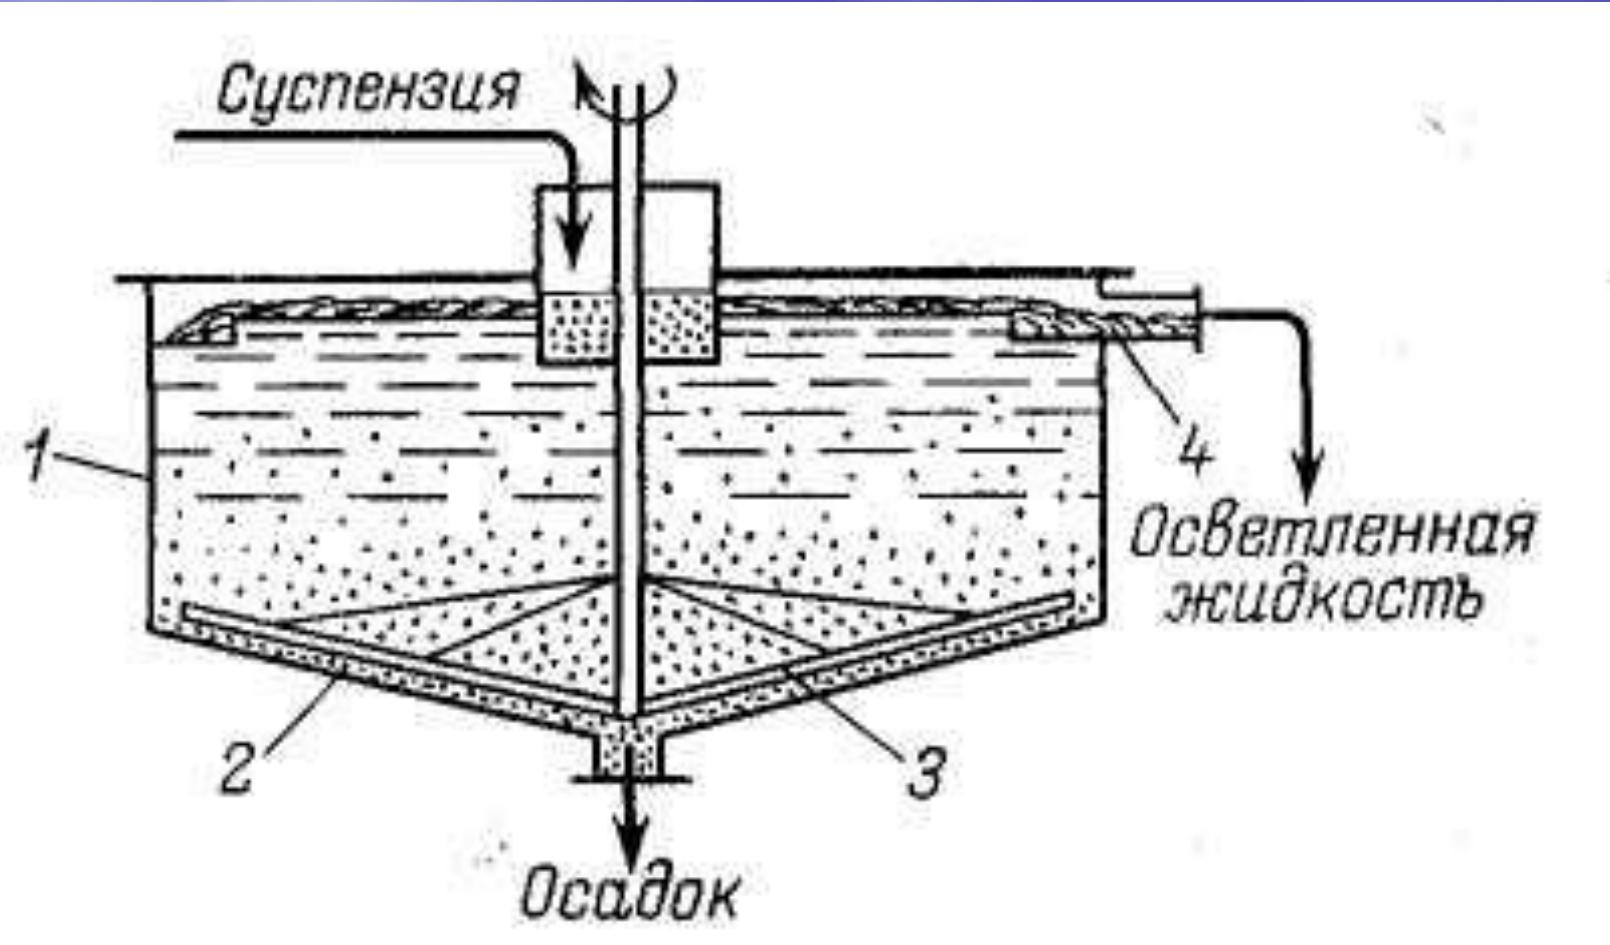

Рис. 2. Отстойник для суспензий: 1 - цилиндрический корпус; 2 - днище; 3 - гребковая мешалка; 4 - кольцевой желоб для сбора осветленной жидкости
- В промышленности широко применяют отстойники непрерывного действия с гребковой мешалкой (*рис.2*).